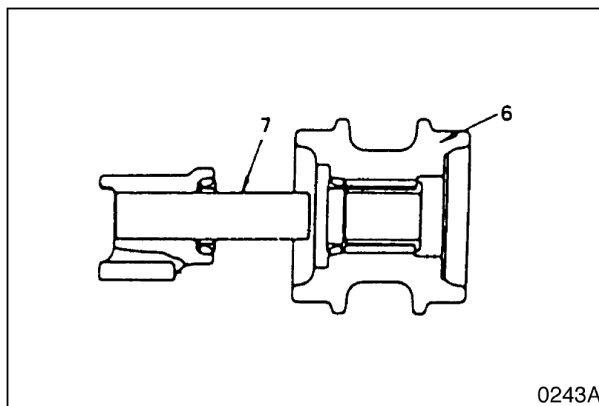

Рис. 43
3. Отделите каток (6, рис. 43) от вала (7).